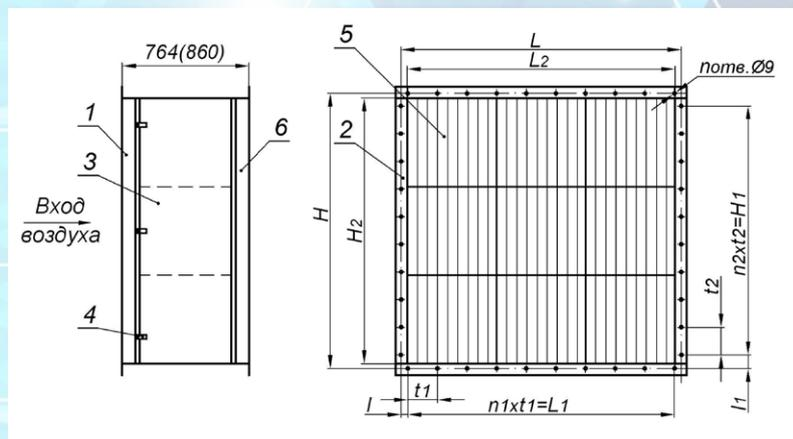

Рис.1 Схема секции складчатого фильтра.
Секция складчатого фильтра (рис.1) состоит из металлического корпуса (1), имеющего на входе и выходе фланцы (2) для соединения с фланцами вентиляционной системы посредством болтовых соединений через уплотнительную резину. С одной из сторон секция имеет дверь (3), которая уплотняется с корпусом за счет размещенных на ней специальных прижимов.
В процессе эксплуатации фильтров ФЯС (рис.1) следует контролировать их аэродинамическое сопротивление (перепад давления) по показаниям манометра, присоединенного к двум штуцерам (6) секции ССФ.